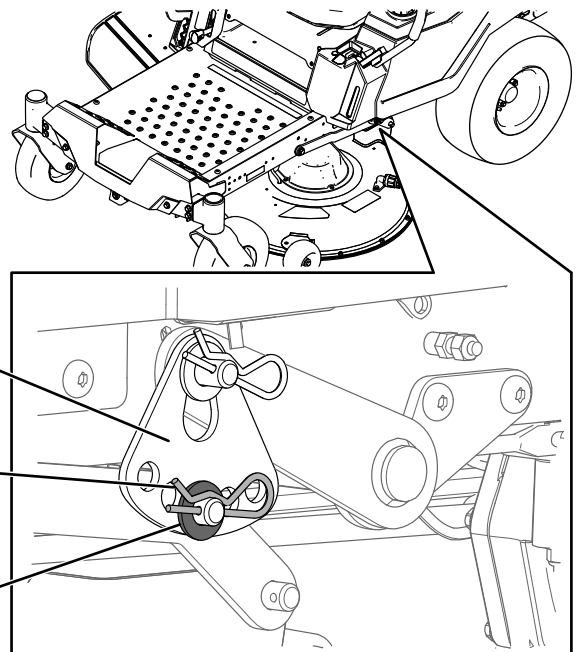

Bild 70
6. Entfernen Sie den Splint und die Unterlegscheibe vom unteren Hubarmbolzen (Bild 70).